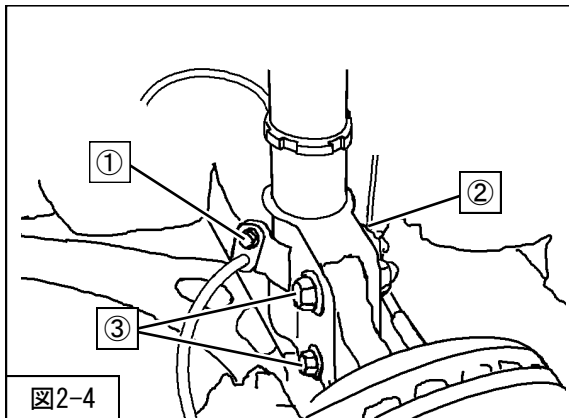

図2-4
3. ③フロントサスペンションASSYロア取付ボルト・ナット (締付トルク: 155N・m) を取付けてください。(図2-4)
4. ②ABSセンサハーネス取付クリップ
①ブレーキホース取付ボルト (締付トルク: 33N・m) を取付けてください。(図2-4)